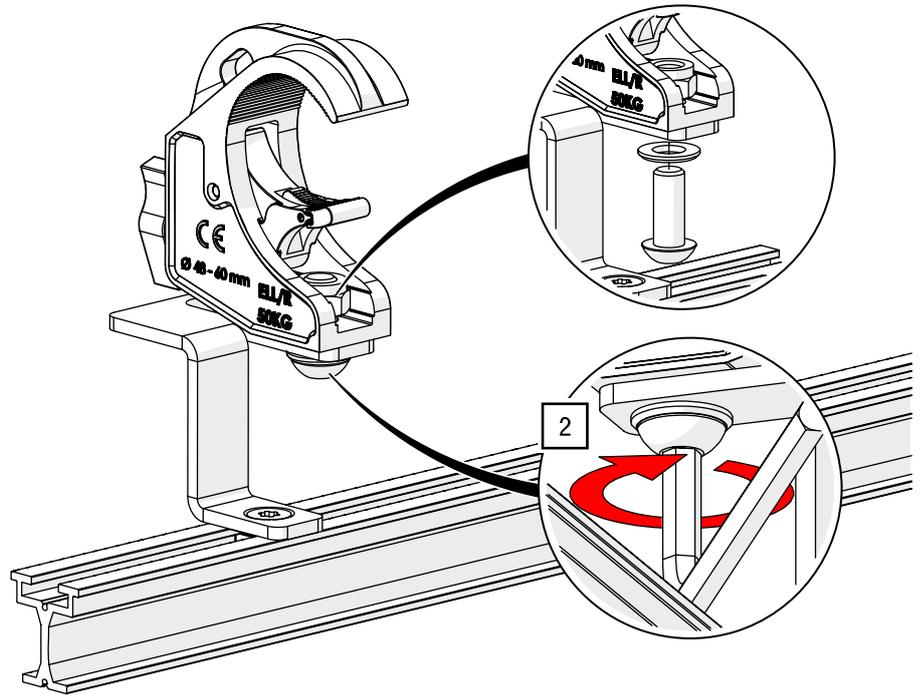

Abb. 64: Seilführung montieren – Montage mit Nutenstein
2. Befestigen Sie die G-CLAMP an der Abhängung zur Seilführung mit einem ISK SW 8 und 93 Nm (siehe Abb. 64).